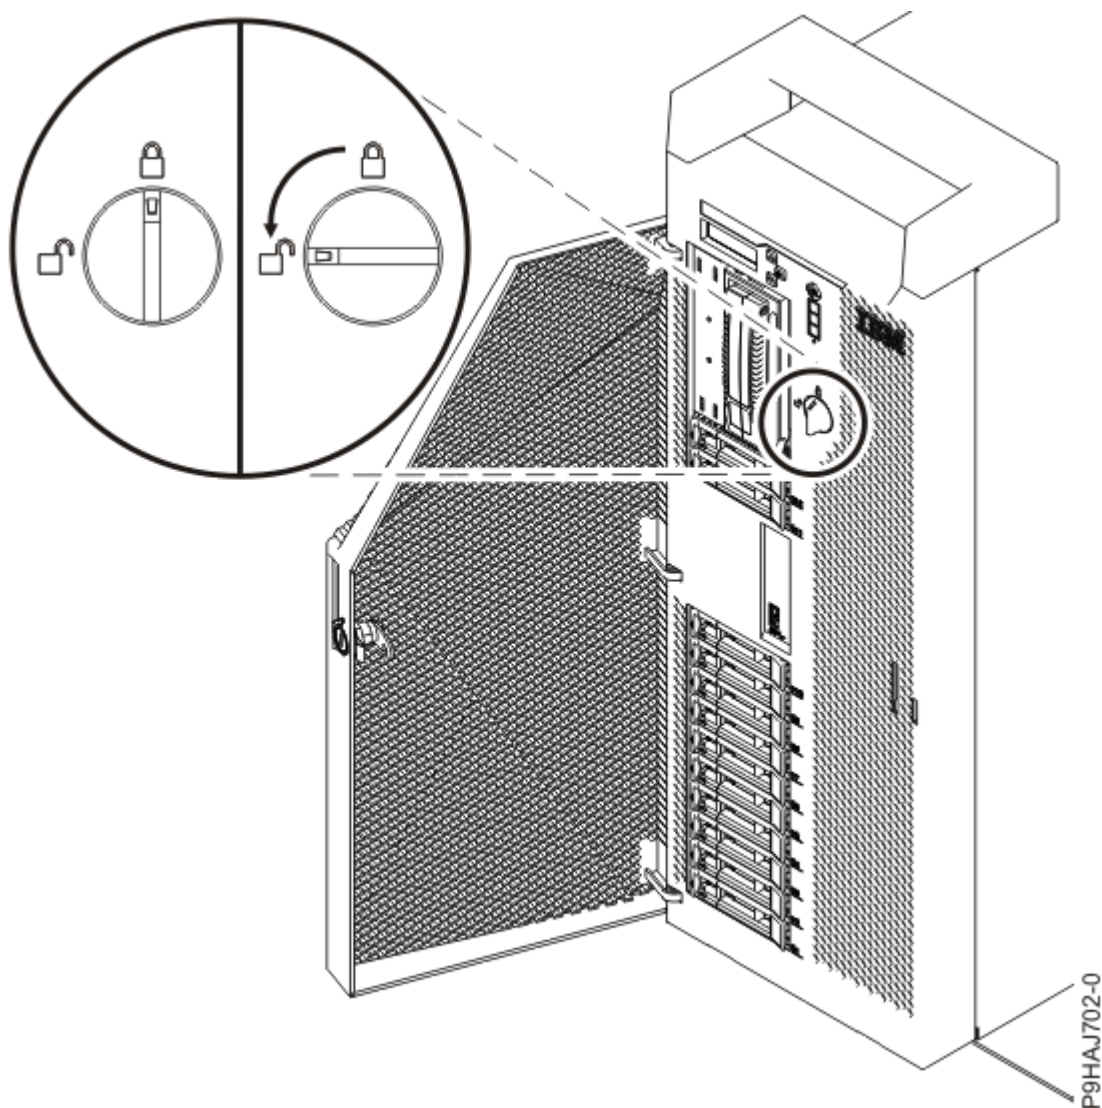

図 53. 前面カバー・ラッチのオープン
- c) カバー・ラッチを左 (反時計方向) にひねってカバーをアンロックします (57 ページの図 53 を参照)。